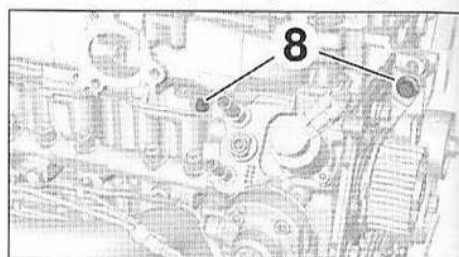

FIG.97
- Déposer les vis supérieures (8) des supports avant et arrière de la pompe haute pression (Fig.97).